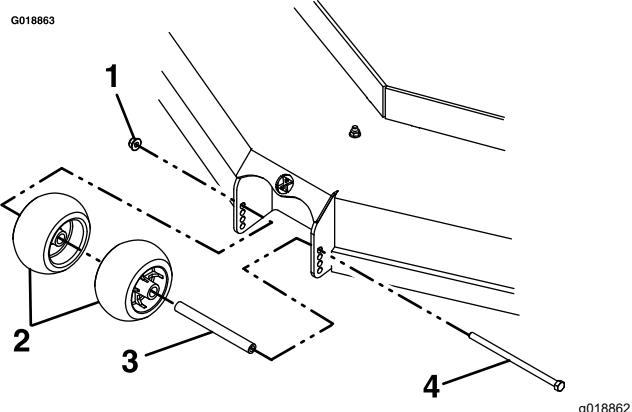

Figure 30
6. Serrez l'écrou Nyloc (3/8 po) à un couple de 41 à 47 N·m (30 à 35 pi-lb), comme montré à la Figure 30.